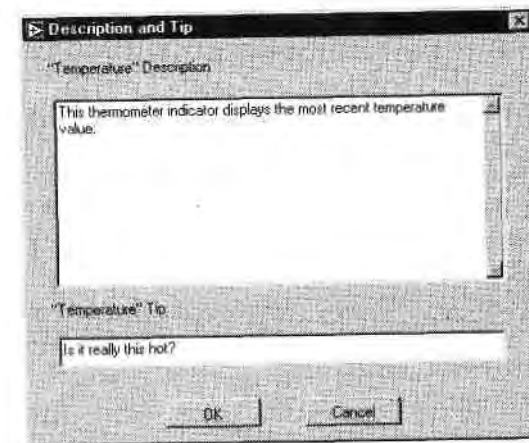

Рис. 5.24
5. Задокументируйте элемент отображения температуры, выбрав опцию **Описание и подсказка** в контекстном меню. Введите описание и подсказку, как показано на рис. 5.24, и щелкните по ОК при завершении.